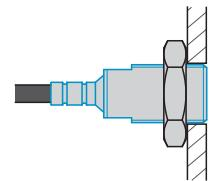

Abb. 11 Flächenbündige Montage eines geschirmten Sensors in einer metallischen Halterung
- Montieren Sie geschirmte Sensoren bündig in die metallische Sensorhalterung, siehe Abb. 11.